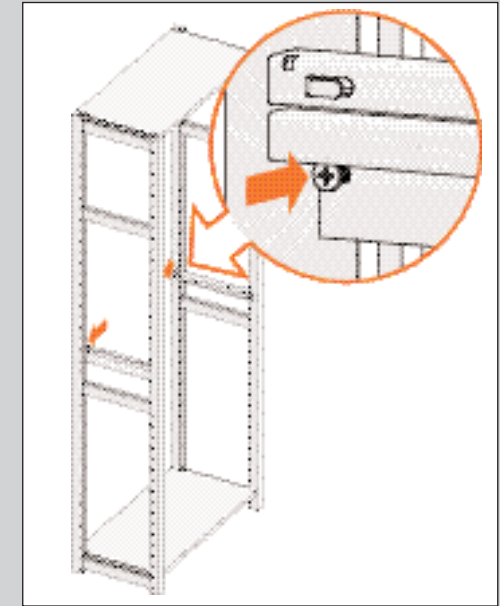

ABBILDUNG 37
6. Ziehen Sie die hinteren Schrauben fest an (siehe Abb. 37).